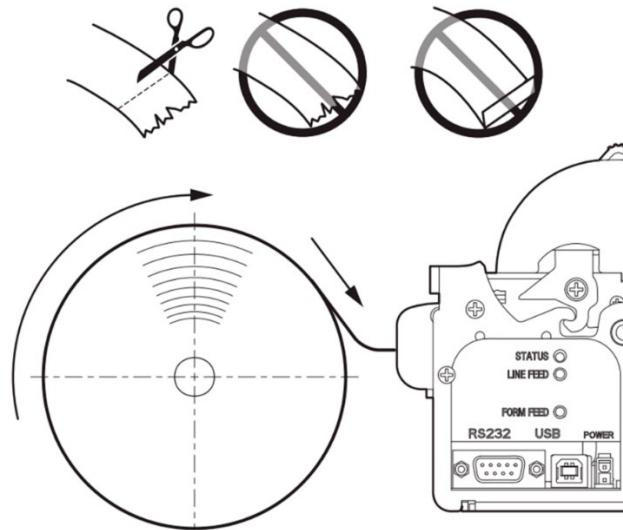

Рисунок 19. Вставка чековой ленты в отверстие
6. Проверьте, что конец чекового рулона ровный и без загибов. При необходимости отрежьте ножницами конец чекового рулона, чтобы он стал ровным. Вставьте конец чековой ленты в отверстие для бумаги (см. рис. 19):